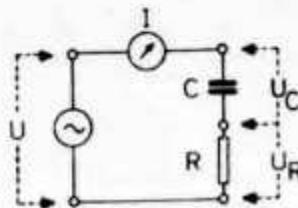

Abb. 1
**Strom und Spannung:** Wir schalten eine Kapazität und einen Widerstand in Reihe und legen diese mit trägeheitslos zeigenden Meßgeräten (Oszilloskop) an 220 V Wechselspannung (Abb. 1). Der Strom